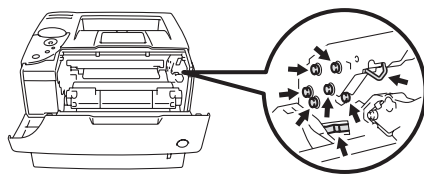

图 6-17
- 为了防止静电损坏打印机，请勿接触如图 6-17 所示电极。